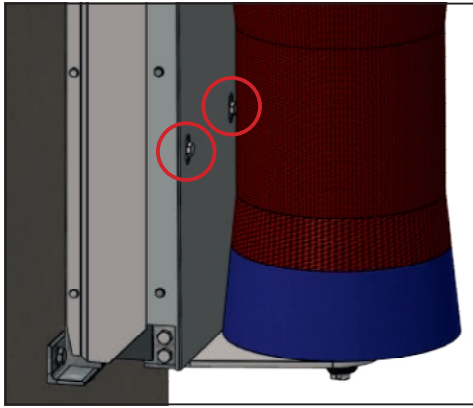

Рисунок 5. Выкручивание транспортировочного болта
4. Выкрутите 2 транспортировочных болта и сохраните их для использования в будущем (рис. 5).